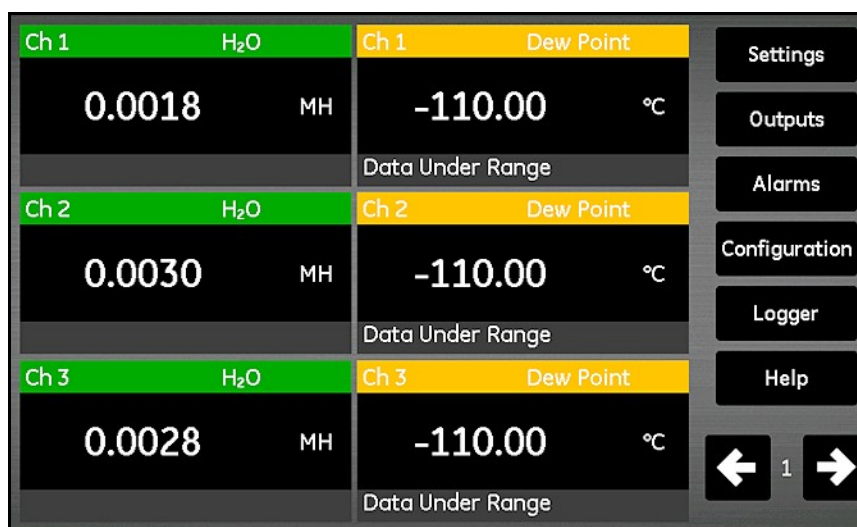

Figura 27: Pantalla de mediciones
3. Pantalla de mediciones similar a la mostrada en la *Figura 27*.
La pantalla de mediciones que se muestra en la *Figura 27* es una pantalla táctil que incluye los siguientes elementos: